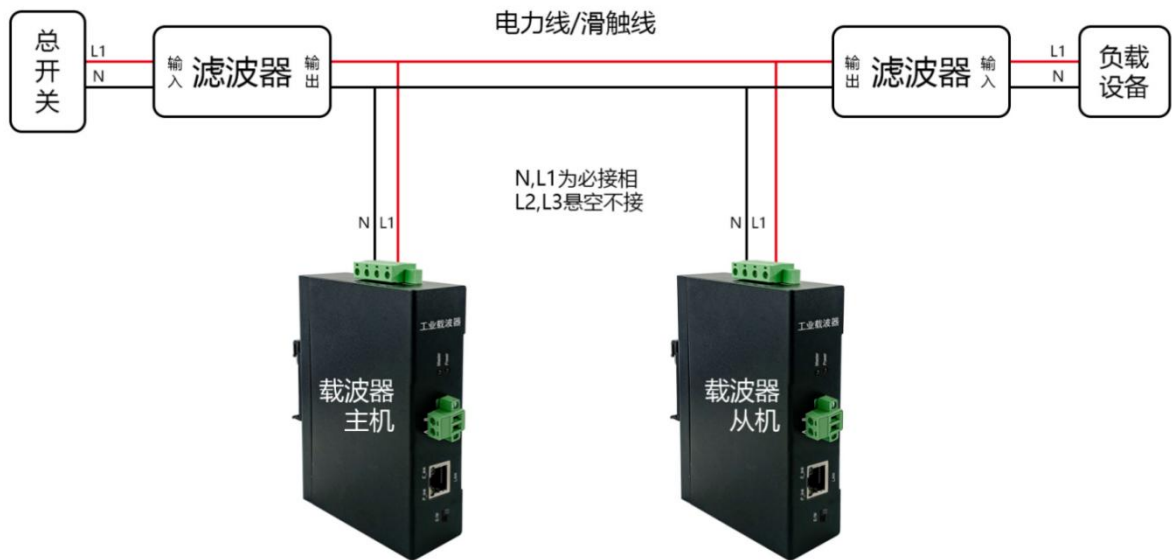

图 1
1. 单相/直流电力线：载波器的 N, L1 并联到电力线上，不区分相序或正负极。接线示意图，如图 1。